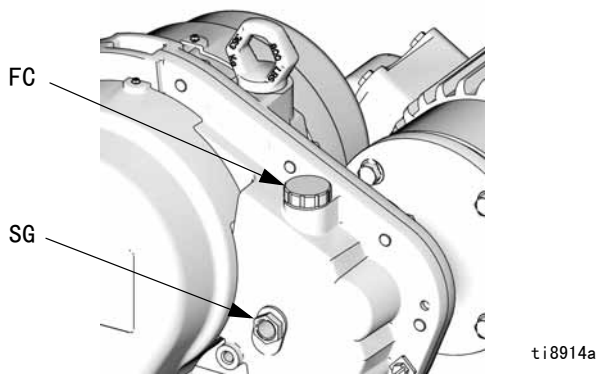

图 5. 加油
打开加油盖 (FC)，给齿轮减速器储油罐加注 1.9 升 (2 夸脱) 的 Graco 288414 机油 (包括十二个 1 夸脱瓶)。通过齿轮减速器外套的观察孔 (SG) 检查油位。不要过量加注。请参见图 5。
**注：**停机时，2 夸脱的油位高于观察孔 (SG)，运行时油位会下降。